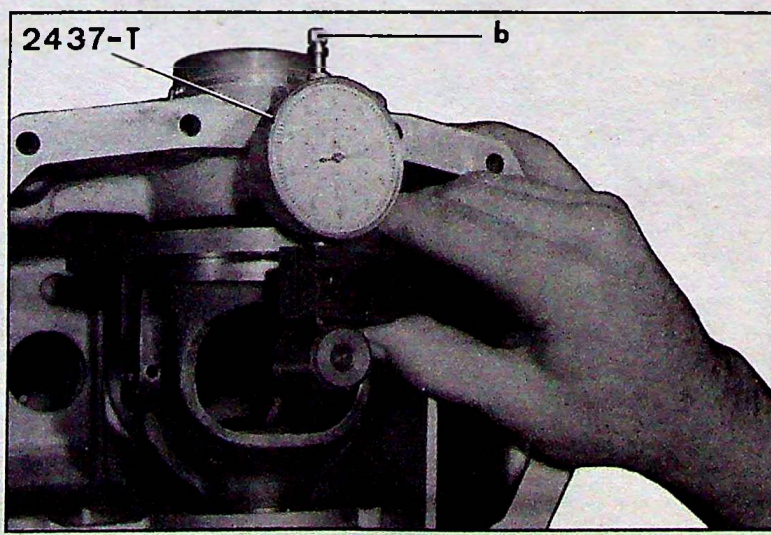

Figure 3
- f) Déterminer l'épaisseur de la rondelle de réglage à placer dans le demi-carter droit (voir figure 3) :